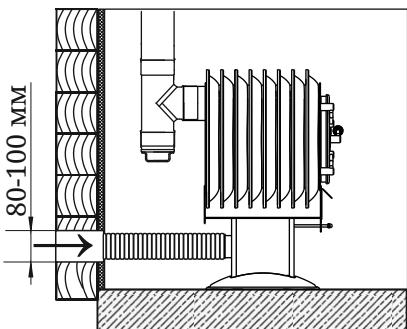

Рисунок 4. Вариант установки печи с подачей уличного воздуха через гофротрубу
Второй вариант установки предполагает подвод уличного воздуха через гофротрубу (рис.4). Для этого в опорной колонне предусмотрен патрубок диаметром 80 мм с удалаемой заглушкой (15), на который надевается и закрепляется хомутом алюминиевая гофротруба (хомут и гофротруба в комплект поставки не входят). Перед установкой гофротрубы необходимо удалить заглушку патрубка в опорной колонне-воздуховоде.